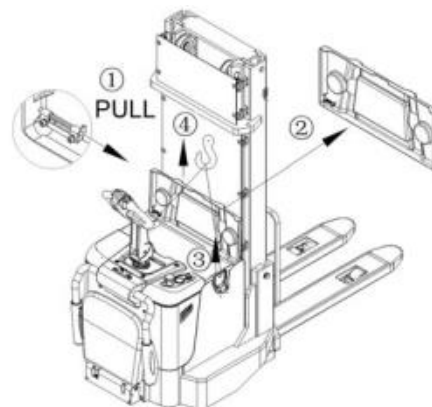

Рис. 12: Замена аккумулятора
Припарковать штабелер в безопасной зоне, выключить его с помощью замкового выключателя (18), затем нажать аварийную кнопку (20). Открыть крышку аккумуляторного отсека, открутить фиксирующую пластину, отсоединить вилку (Рис.12) и аккуратно вытащить аккумулятор с помощью крана. Операция по установке аккумулятора происходит в обратном порядке. Первыми подсоединить положительные клеммы. В противном случае оборудование может быть повреждено.